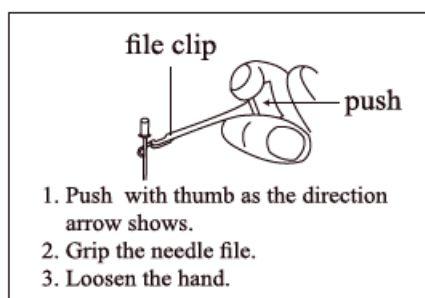

Рисунок 20
4.2.5 Зафиксируйте файл с помощью зажима для файла, когда приблизитесь к верхушке, тогда будет непрерывная сигнализация при расстоянии менее 2 мм [Рисунок 20].